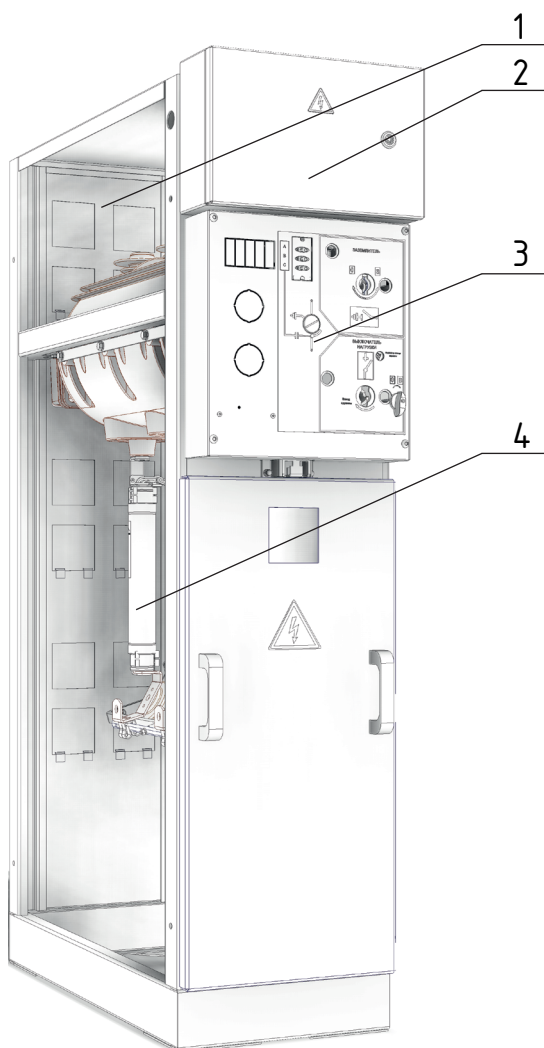

Рис. 1
1.4.2 Камера КСО-322 состоит из следующих основных отсеков (рисунок 1):